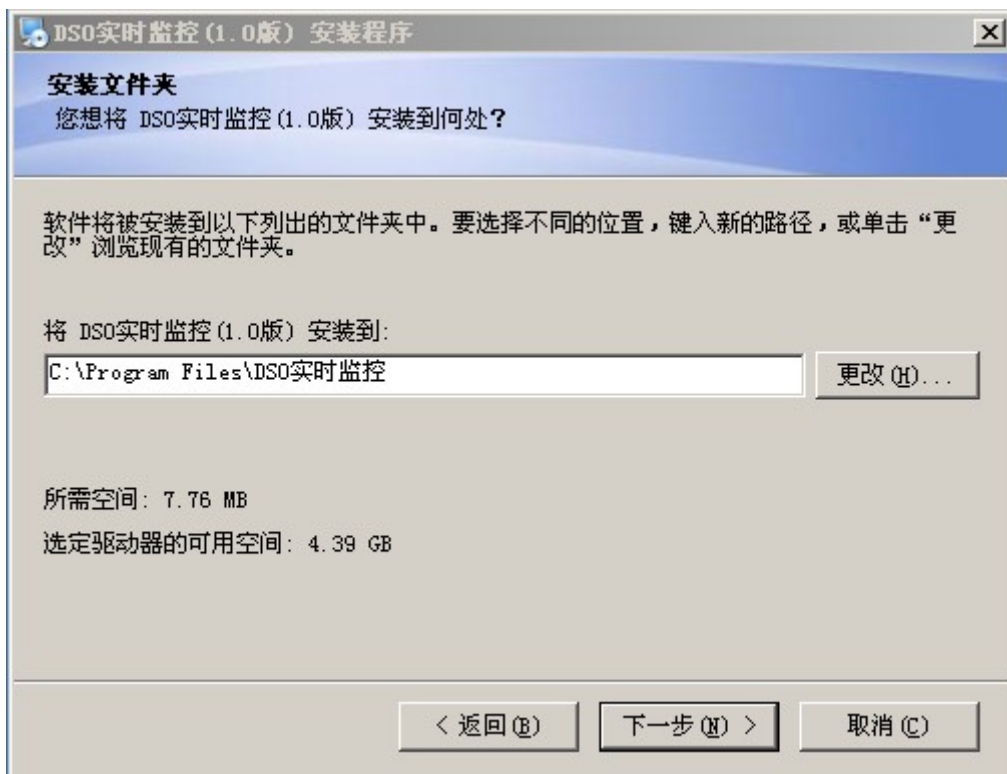
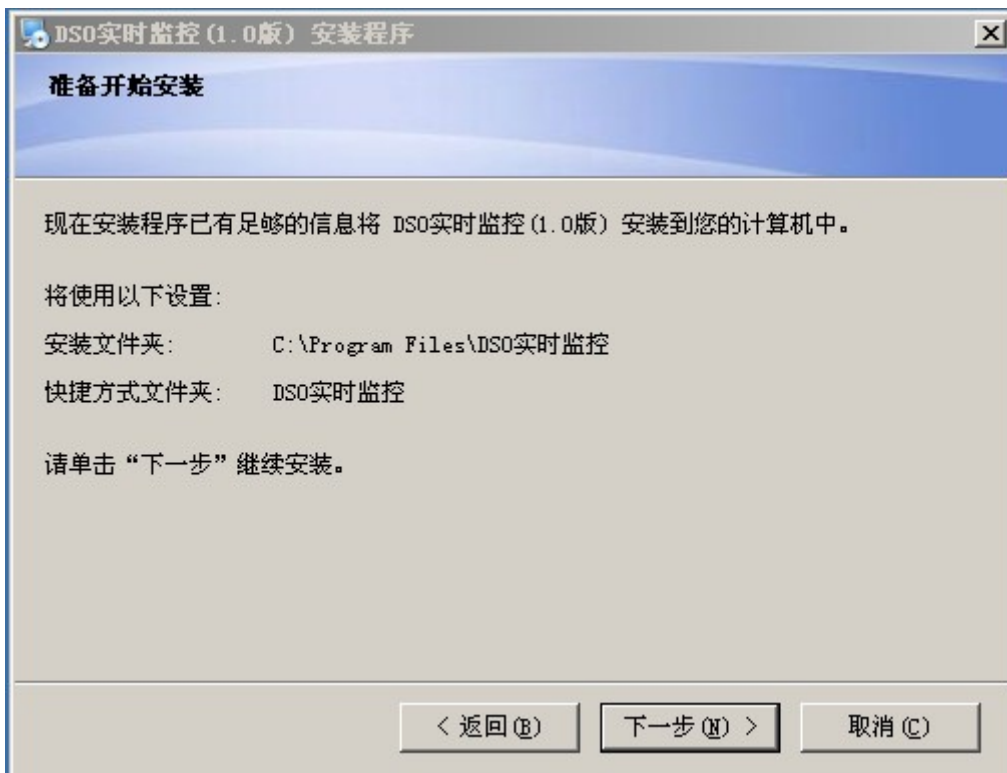
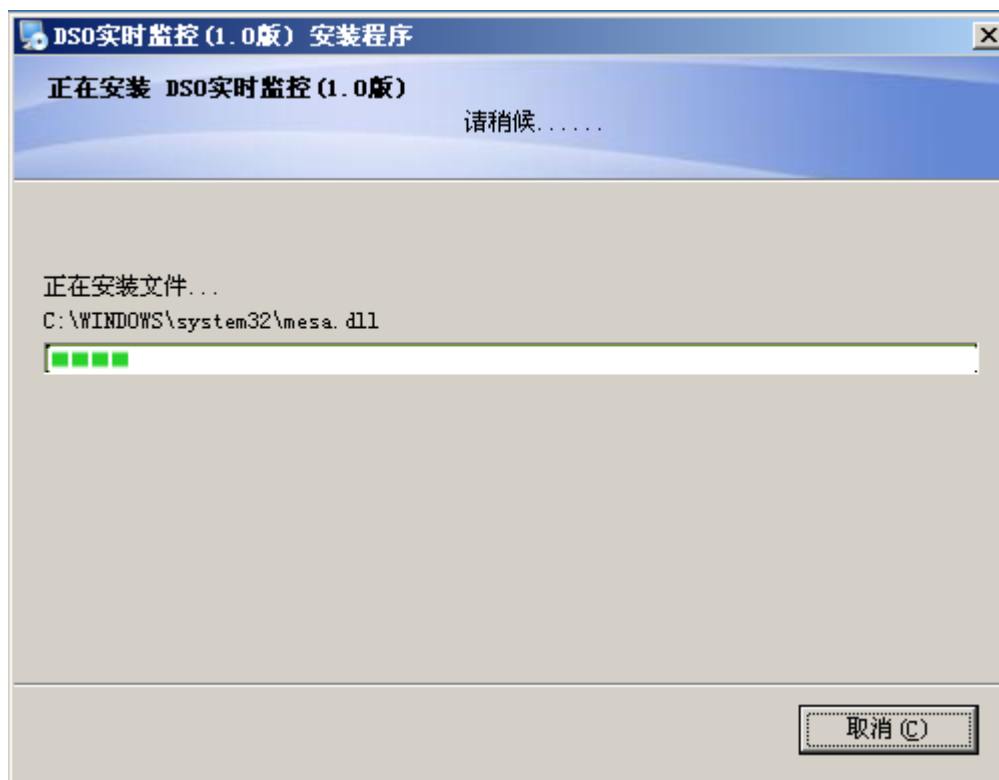

图1-4
图1-5
图1-6
按钮, 进入下一步, 如图1-4所示。
第五步: 在图1-4中通过单击“更改(H) ...”按钮, 指定数字存储示波器通讯控制软件的安装路径, 再单击“下一步”, 或者直接单击“下一步”, 使用默认路径。进入如图1-5所示界面。
第六步：在图1-5中确认设置信息正确后，请单击“**下一步 (N)**”按钮，进入程序自动安装页面。如图1-6所示。